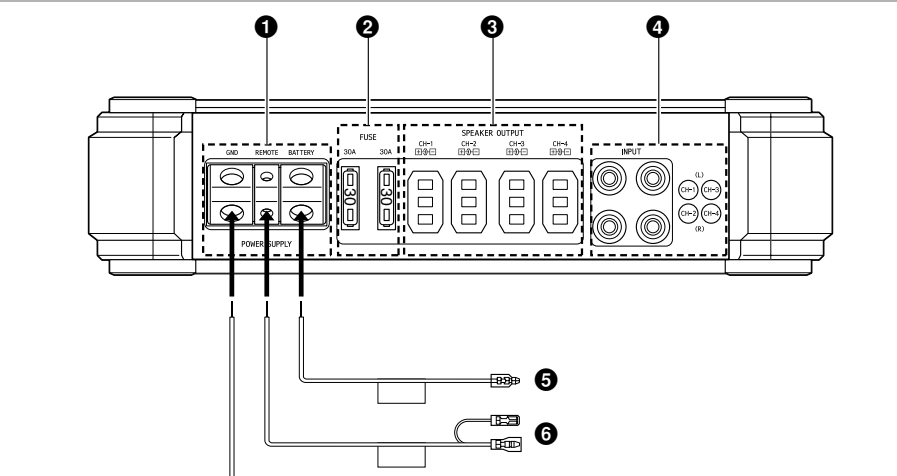
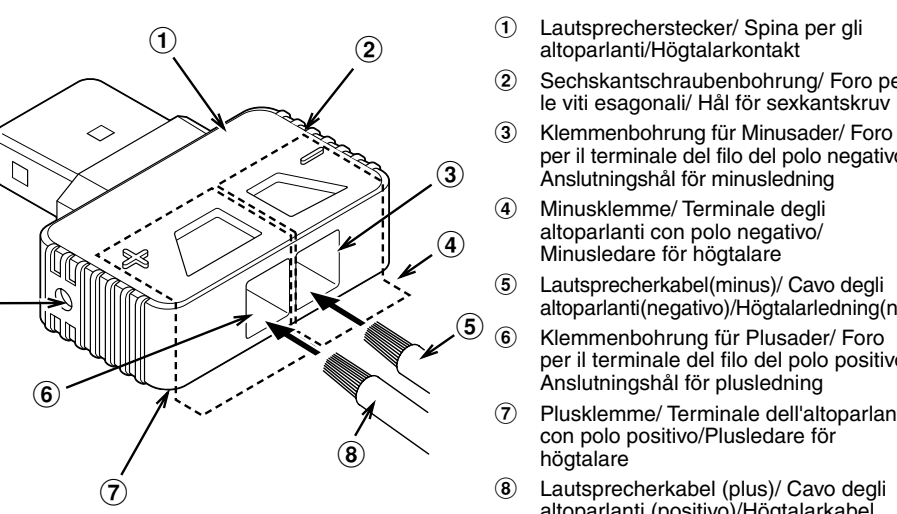

Abb. 5/ Fig. 5/Bild 5
Abb. 8/ Fig. 8/Bild 8
ANSCHLÜSSE (Abb. 5 – Abb. 8)
4. Führen Sie die freigelegten Leiter ganz in die Klemmbuchse ein. Siehe Abb. 8.
COLLEGAMENTI (Fig. 5 – Fig. 8)